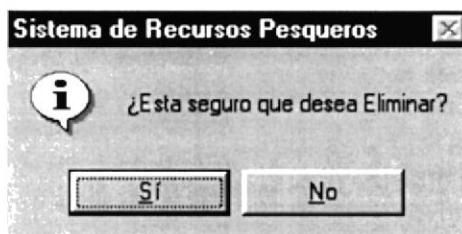

Figura 9.108 Mensaje de Eliminación
2. Nos aparece el siguiente mensaje (ver figura 9.108).